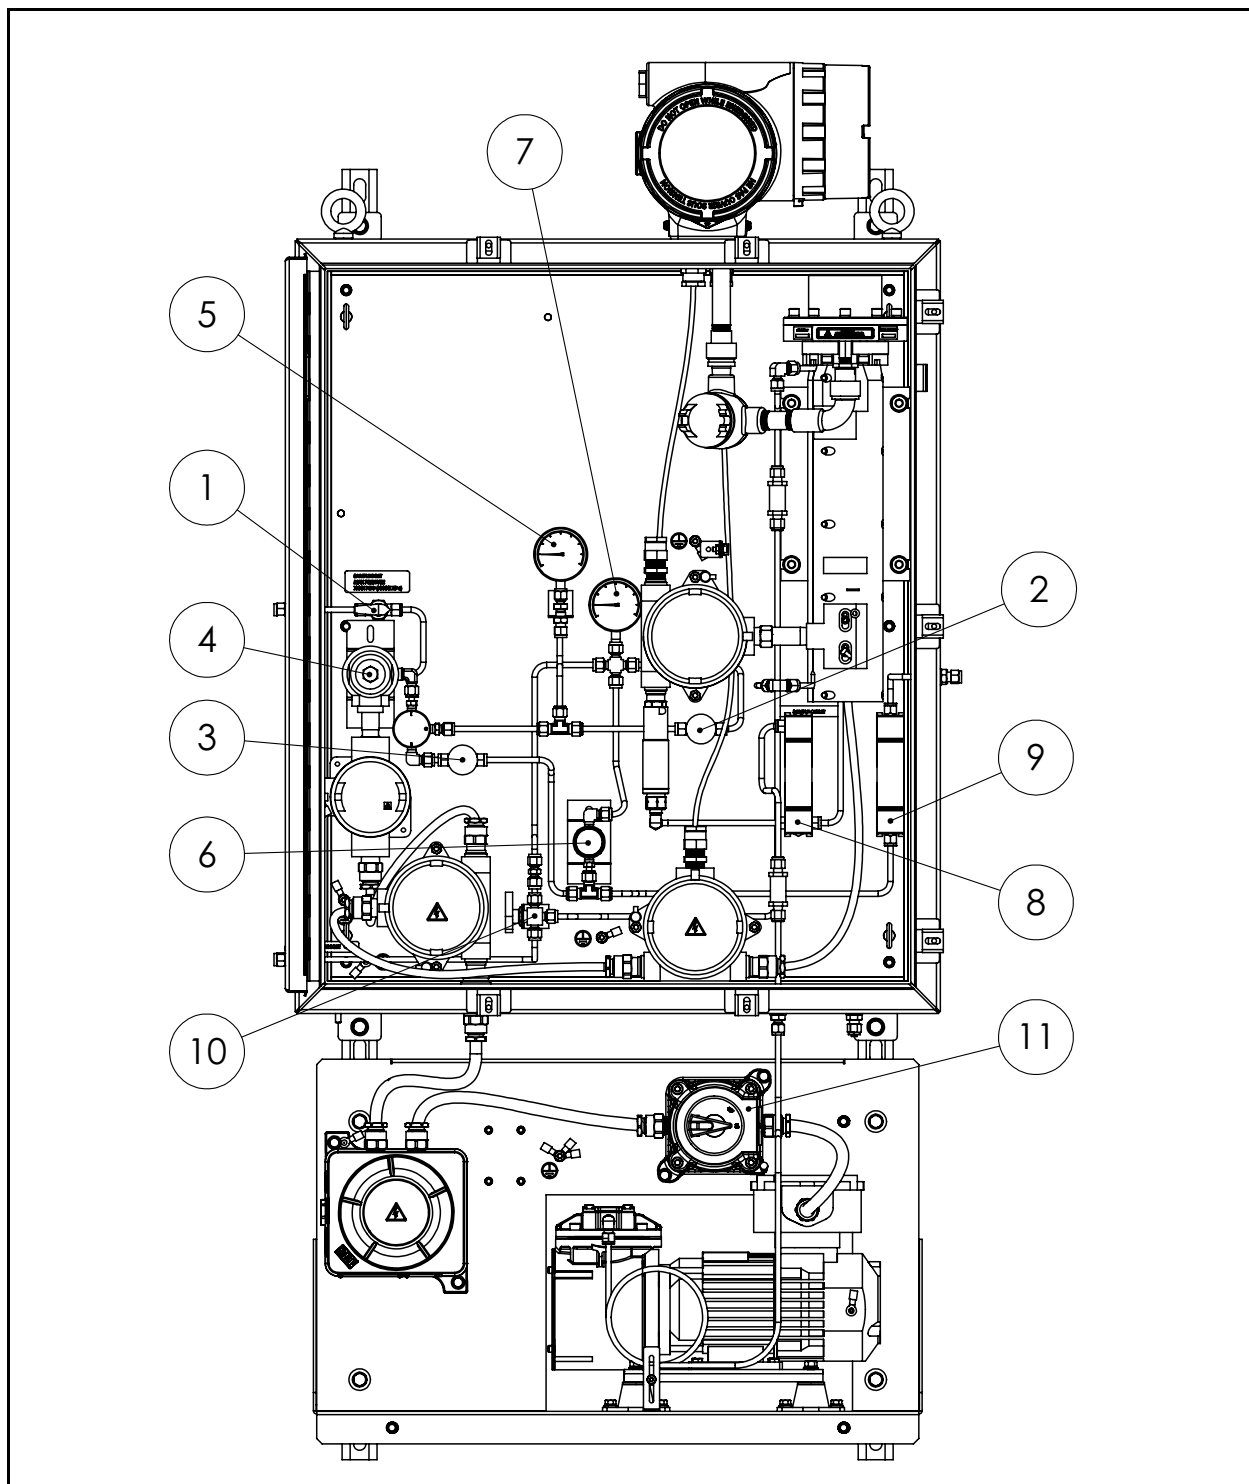

Figura 12: Sistema de Amostra do Aurora Trace (sem a opção do verificador de H2O)
Para iniciar seu sistema de amostra, consulte a Figura 12 abaixo e complete as etapas a seguir:
**Tabela 1: Legenda para Figura 12**